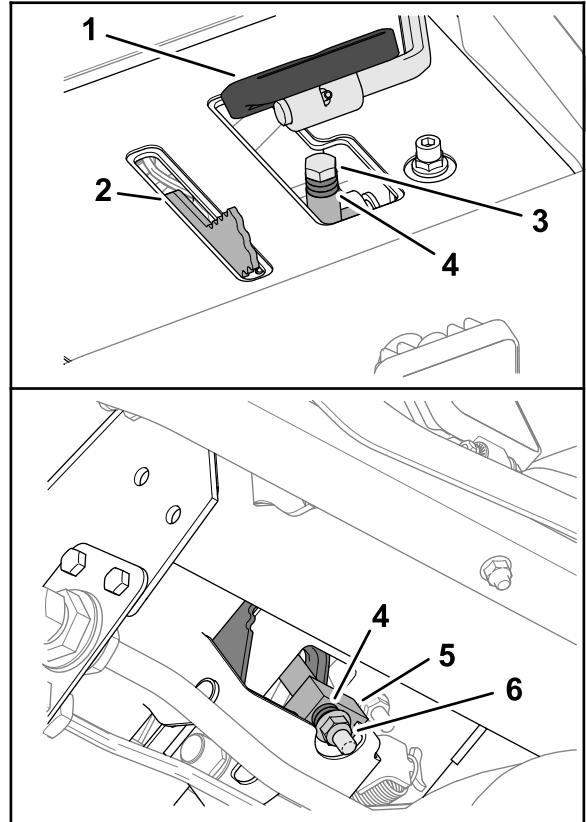

Рисунок 148
- Под педалью тяги отверните упорный болт и фланцевую контргайку, которые крепят проставки к упорному блоку скорости скашивания (Рисунок 148).